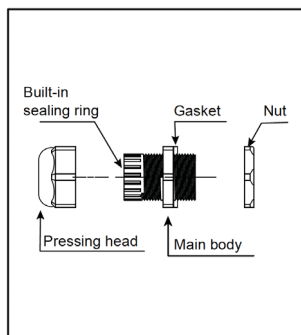

Fig. 14
Componentes del prensaestopas (ver figs. 14–16)
- a1. Verifique que todas las piezas del prensaestopas están presentes y en buen estado (fig. 14).